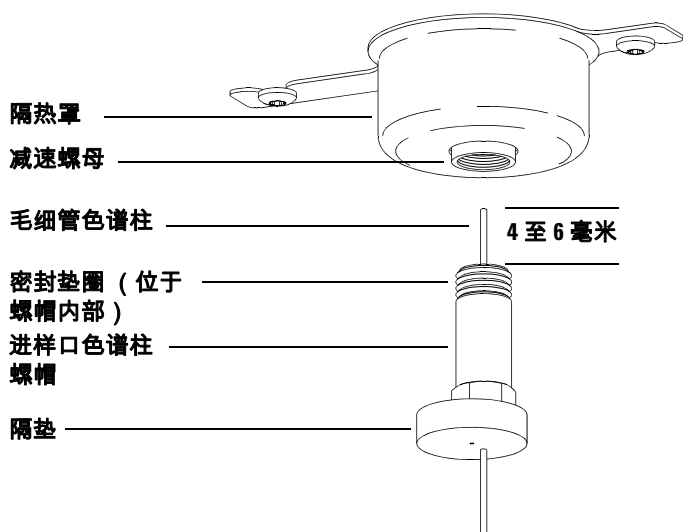

图 3 在分流 / 不分流进样口中安装毛细管色谱柱
- 2 在色谱柱螺母下面放置隔垫，使其比密封垫圈端部高出 4 至 6 毫米 (图 3)。